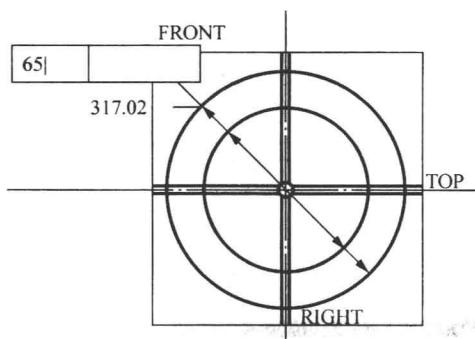
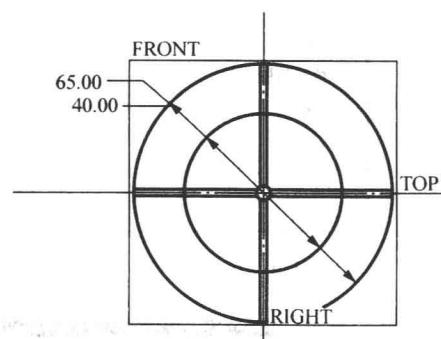

图 1.1-14 修改尺寸
图 1.1-15 修改结果
(3) 修改尺寸：单击工具栏中的 \mid （选取项目）按钮，将鼠标移到尺寸值的位置，左键双击，如图 1.1-14 所示，将尺寸修改为 65，按“Enter”结束。同样，修改另一个圆尺寸为 40，结果如图 1.1-15 所示。